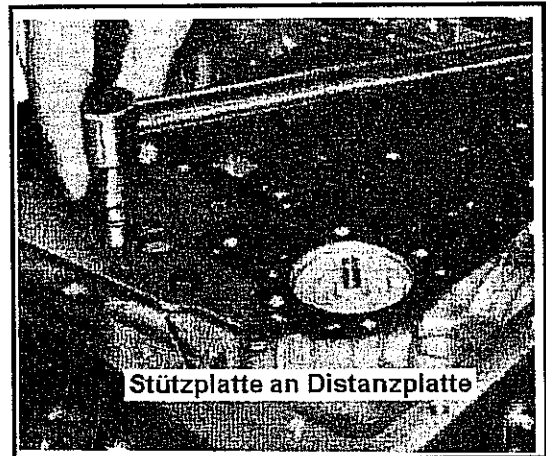

Abb. 10-152 Stützplatte am Ventilgehäuse
- Auf die Distanzplatte die durch einen gelben Farbstreifen markierte Dichtung zwischen Distanzplatte ansetzen und die Befestigungsschrauben auf 18 Nm anziehen. Siehe Abb. 10-152.